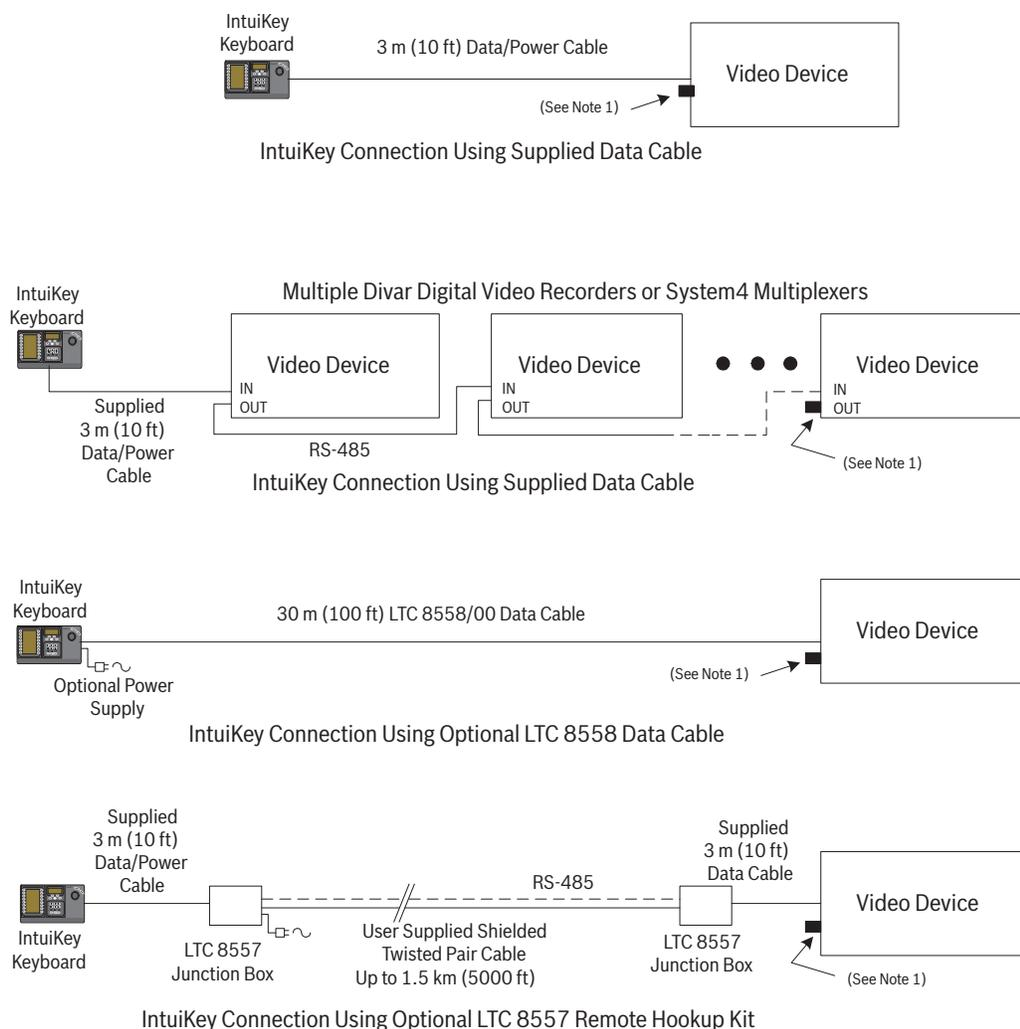

図 2.4 一般的な IntuiKey 接続オプション
3. 図 2.4 の構成オプションを確認します。この図を参考にして、システム要件に最も適したキーボードデータおよび電源接続を配線します。Divar DVR または System4 マルチプレクサーに接続する場合は、付属の 390? ターミネータを最後のデバイスの Out コネクタに接続します。